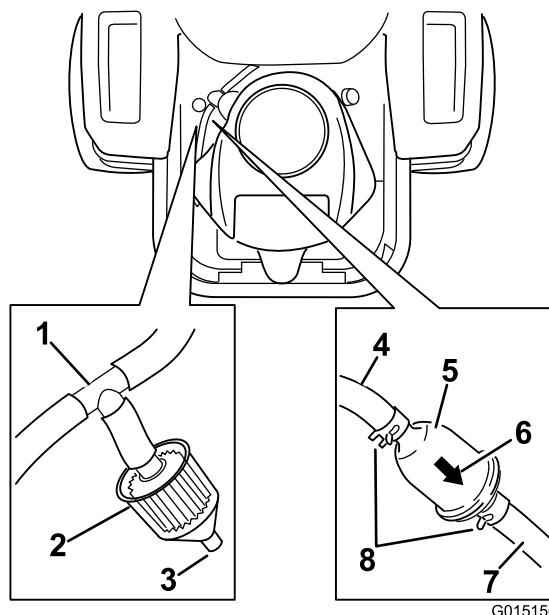

Figura 51
4. Sollevate il sedile e individuate i filtri del carburante come mostrato in Figura 51.
7. Montate un nuovo filtro con la freccia della direzione del flusso proveniente dal serbatoio del carburante e rivolta verso il motore. Spostate le fascette stringitubo in prossimità del filtro (Figura 51) per bloccarlo.
La macchina è dotata di un filtro delle emissioni (Figura 51) collegato ad un raccordo a T sul tubo di sfato che esce dal serbatoio del carburante. Il filtro è progettato con un foro aperto. Il filtro deve essere periodicamente controllato. Sostituitelo se risulta sporco o intasato.